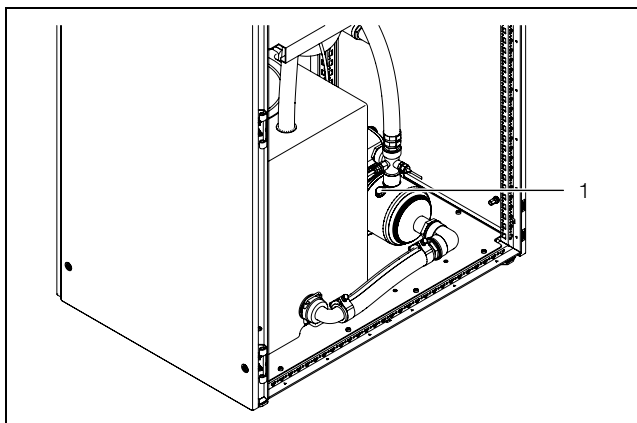

Abb. 13: Kühlmediumpumpe entlüften
■ Entlüften Sie die Kühlmediumpumpe (im Stillstand), indem Sie die Entlüftungsschraube (Abb. 13, Pos. 1) lösen.